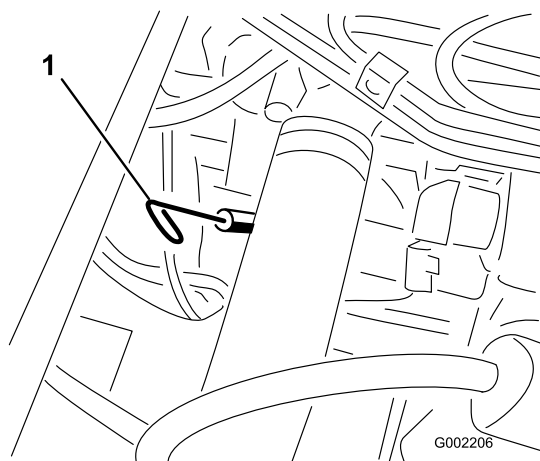

图40
2. 取出乘客座椅下面的量油尺、并用干净抹布擦拭图 40。将量油尺插入量油尺管道中、并确保它完全插入。取出量油尺并检查机油油位。
13. 拆下加油颈盖、慢慢从加油颈向发动机中注入规定油量的大约 80% (图40)。